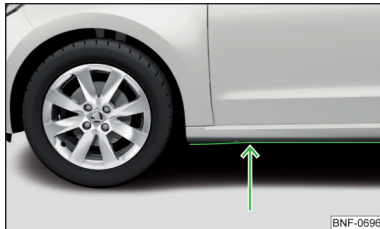

Abb. 127
- Daher vor einer Wasserdurchfahrt die Wassertiefe feststellen. Der Wasserstand darf maximal an die Unterkante des Unterholms reichen » Abb. 127.